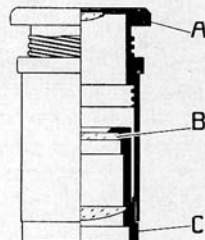

Bild 2
Ein Meßokular ist nun ein Okular, in dem anstelle der Gesichtsfeldblende ein Plättchen B (Bild 2) mit einer Teilung angebracht ist, das man Okularmikrometer nennt. Kennzeichnend für dieses Okular ist, daß die Augenlinse A (Bild 2) für jedes Auge eigens auf das Okularmikrometer eingestellt werden kann.
1. Meßokular gegen eine helle Fläche richten und mit verstellbarer Augenlinse A (Bild 2) auf die Teilung des Okularmikrometers scharf stellen. Dazu Augenlinse stets einwärts drehen bis die Teilung gerade scharf erscheint, um Akkommodation des Auges zu verhindern.
Will man das Einstellokular nicht als Meßokular benutzen, so kann man das Okularmikrometer leicht daraus entfernen. Dazu wird Teil C (Bild 2) herausgeschraubt und das Okularmikrometer entfernt bzw. bei der in Bild 2 wiedergegebenen Ausführung gegen die mitgelieferte Gesichtsfeldblende ausgetauscht.
einstellbares Huygens-Okular 8× (Bild 2) . . . . .